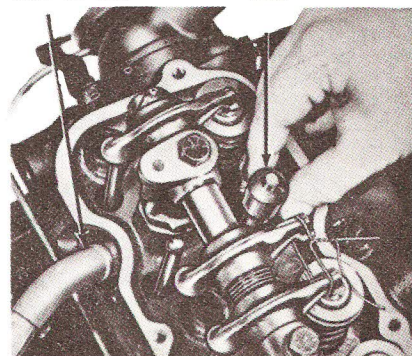

Fig. 16 — Desmontaje de Sello de Vástago de Válvula. Típico
6. Quite el sello del vástago de la válvula (Fig. 16). Si la presión del aire ha empujado el émbolo hasta la parte baja del cilindro, al quitar la presión la(s) válvula(s) caerán al cilindro. Una banda de caucho, una cinta o cordón amarrados alrededor del extremo del vástago de la válvula evitarán esto y dejarán lugar para probar si la válvula se trava.